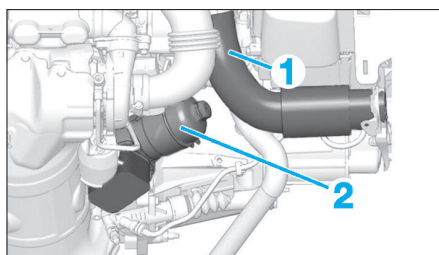

Fig. 19
- le manchon d'aspiration de la boîte à air (1) (Fig.19),
- le bouchon du filtre à huile (2).